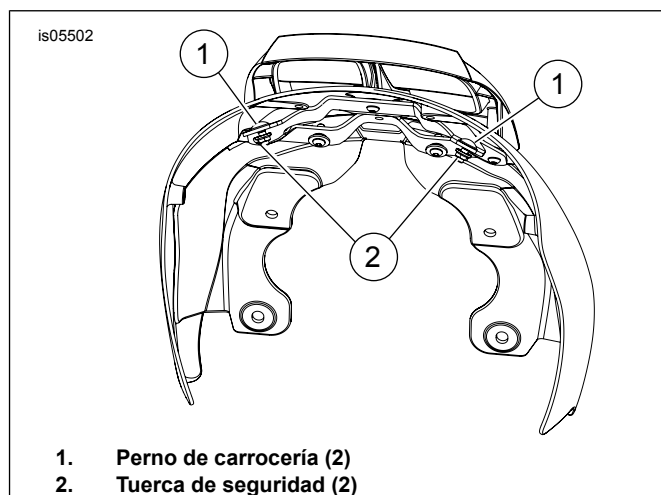
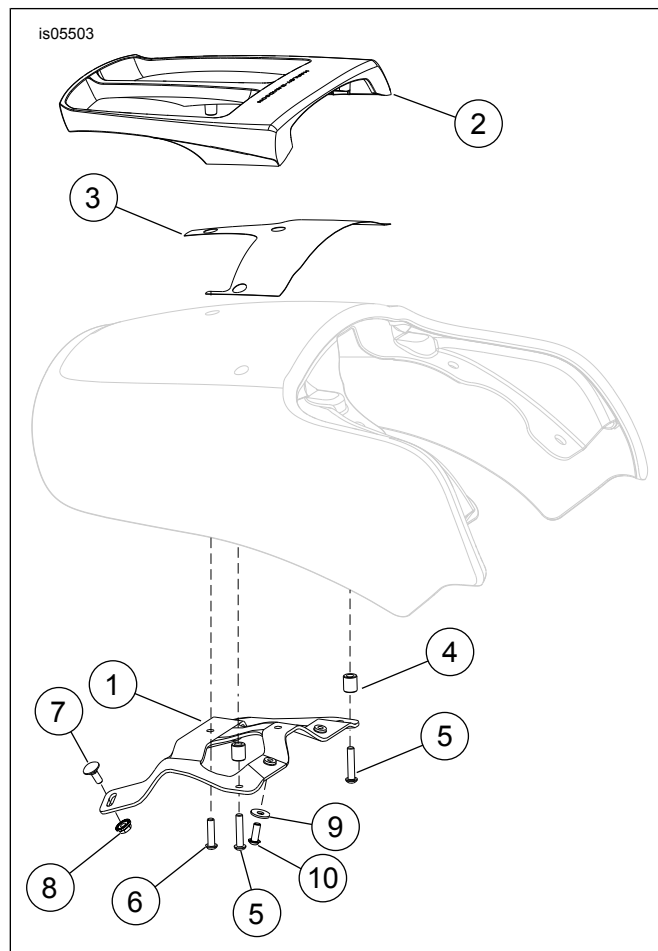

Figura 4. Instalación del perno de carrocería
Figura 5. Piezas de servicio: Rejilla para equipaje VRSCF
Vea Figura 5 y Tabla 1.
5. Vea Figura 5. Retire la cinta adhesiva de los agujeros y aplique la cinta protectora (3) en la superficie pintada, usando los agujeros perforados para la alineación.
7. Vea Figura 5. Inserte los espaciadores (4) en las ubicaciones delanteras de montaje del guardabarros.
8. Alinee la pieza de soporte de la rejilla para equipaje (1) con los espaciadores. Instale los tornillos (6) y apriete con los dedos.
9. Instale los dos tornillos (5) en las ubicaciones delanteras de montaje y apriételos con los dedos.
13. Vea Figura 4. Instale los pernos de carrocería (1) a través de las ranuras en la pieza de soporte de la rejilla para equipaje y la estructura. Instale la tuerca de reborde (2) y apriete con los dedos.
14. Vea Figura 5. Instale los dos tornillos (10) y las arandelas planas (9) a través de los agujeros en la cama del asiento y dentro de las tuercas soldadas en la pieza de soporte de la rejilla para equipaje (1). Apriete con los dedos.
17. Vea Figura 5. Apriete las tuercas (8) y los tornillos (10) a 7–9 N·m (62–80 in-lbs).